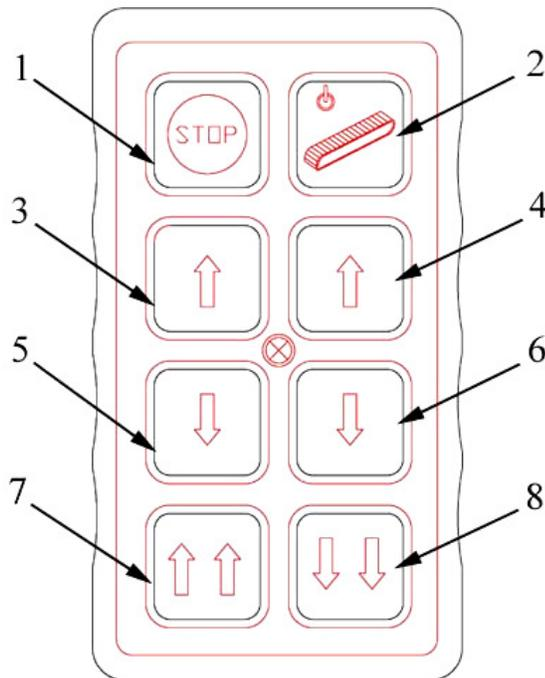

Fig. 5
2. Consulte la Fig. 5 donde se muestra el programador portátil con radiotransmisor.